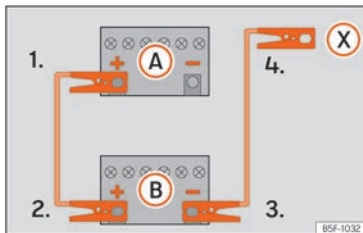

Fig. 161 Esquema de conexión para vehículos sin sistema Start Stop.
2. Emborne un extremo del cable rojo de emergencia al polo positivo (+) del vehículo con la batería descargada (A).
3. Emborne el otro extremo del cable rojo de emergencia al polo positivo (+) del vehículo que suministra la corriente (B).
4. Vehículos sin sistema Start-Stop: emborne un extremo del cable negro de emergencia al polo negativo (-) del vehículo que suministra la corriente (B) »» fig. 161.